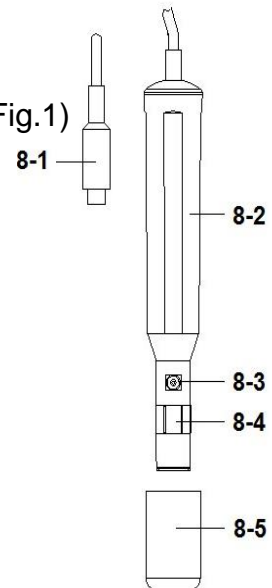

Fig. 5
1. Anslut syreproben (valfri, DOPB-11), (8-1, Fig.5) till "DO" kontakten (3-14, Fig.1)
1. Anslut proben (8-1, Fig. 5) till "DO" kontakten (3-14, Fig. 1).
Om proben inte används, skall probhuvudet monteras i probskyddet (8-5, Fig. 5).